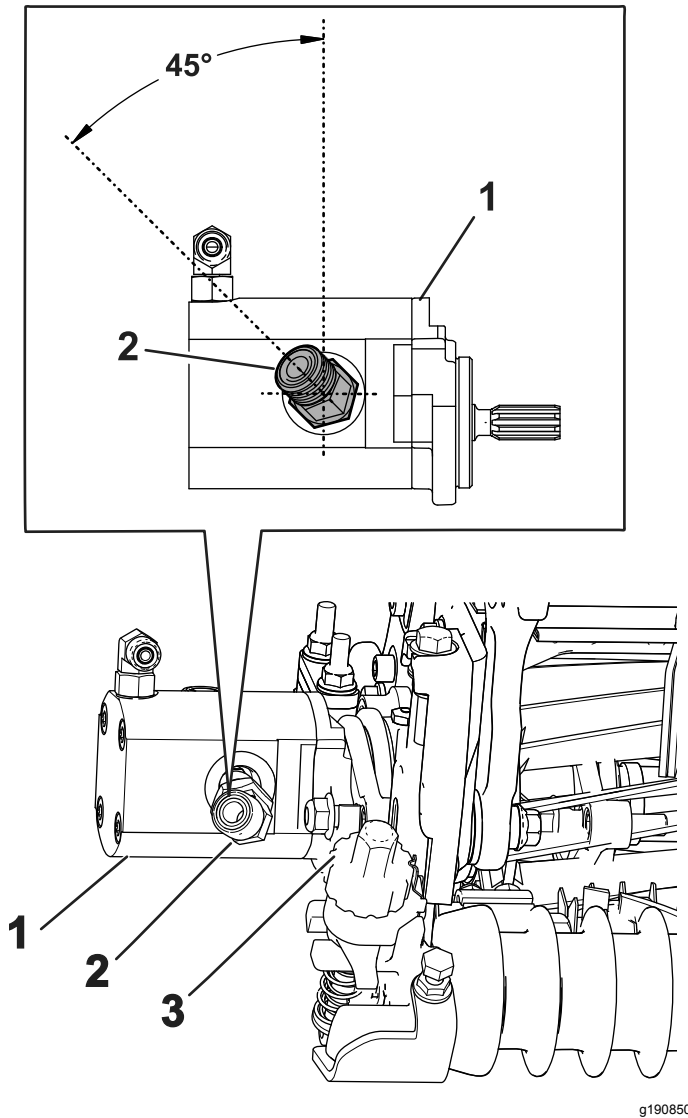

图22
4. 安装新的 45° 接头调整接头位置使接头角度如 图22 中所示。上紧接头扭矩至 4758N·m。